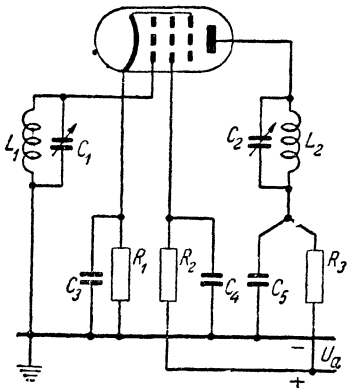

Рис. 75. Схема каскада усиления высокой частоты на пентоде с цепями развязки.
Теперь можно изобразить (рис. 75) полную схему одного каскада усиления высокой частоты современного радиоприемника. Это точно такая же схема, как и на рис. 74.
ламп, а на рис. 75 конденсатор развязки  $C_5$  присоединен к минусу источника высокого напряжения.
**Л.** — Да, это так. Обычно корпус обозначают тем же символом, что и заземление, так что вместо того, чтобы рисовать общую шину минуса высокого напряжения, знаки заземления рисуют непосредственно в тех местах, где это требуется по схеме. По этому принципу схема на рис. 75 будет иметь вид, показанный на рис. 76. Но запомни хорошенько, что когда ты видишь на схеме много заземлений, в действительности это только одно единственное соединение, ведущее к отрицательному полюсу высокого напряжения.